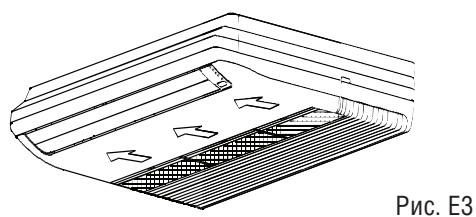

Рис. E3
1. Извлеките воздушный фильтр непосредственно из воздухозаборного отверстия, как показано на рис. E3.